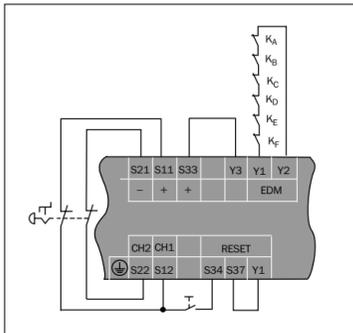

Fig. 4 : Arrêt d'urgence redondant (2 voies), avec réarmement manuel et contrôle des contacteurs commandés
**Détection des courts-circuits des entrées :** Un court-circuit peut être détecté en mode d'entrée à deux voies à condition que la commande se fasse en polarité inversée (cf. fig. 4 et 5).
Les deux éléments de commutation (libres de potentiel) du capteur de sécurité doivent être respectivement raccordés sur S 11 & S 12 et S 21 & S 22. Câbler un cavalier entre les bornes S 33 & Y 3 (cf. fig. 4 et 5).